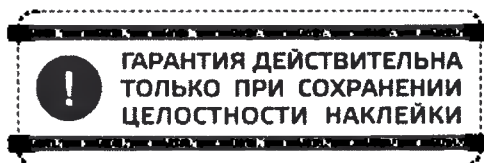

Рисунок 1.7 – Гарантийная наклейка
1.4.4 Для предотвращения несанкционированного доступа в блок управления (отсек электрики) применяется знак «Гарантийная наклейка» (рисунок 1.7).